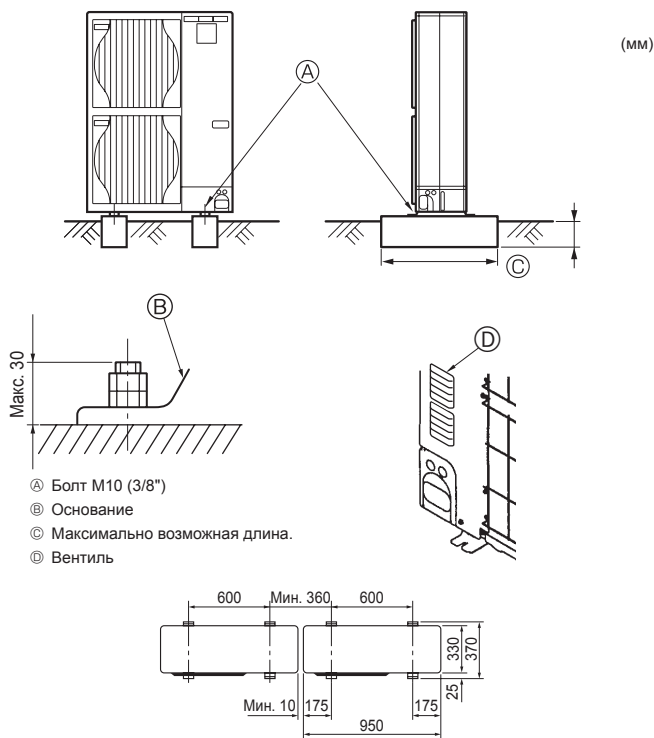

Fig. 4-1
- Обязательно устанавливайте прибор на твердой ровной поверхности для предотвращения его дребезжания во время эксплуатации. (Fig. 4-1) <Требования к фундаменту>